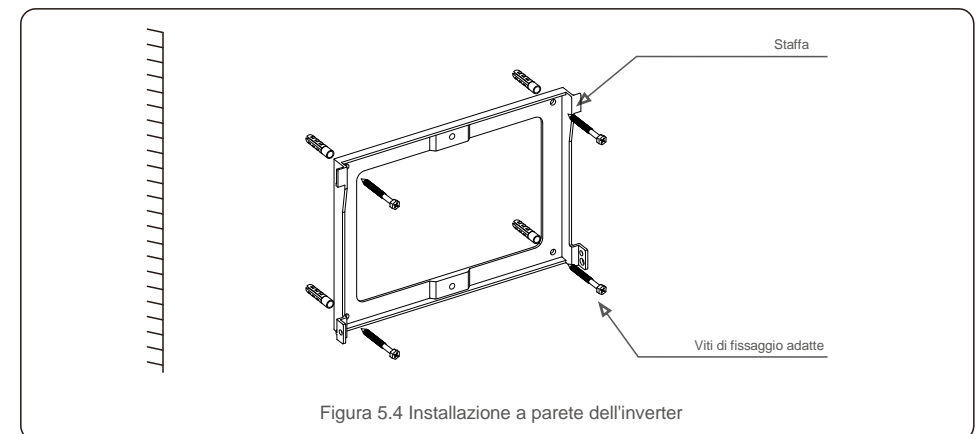
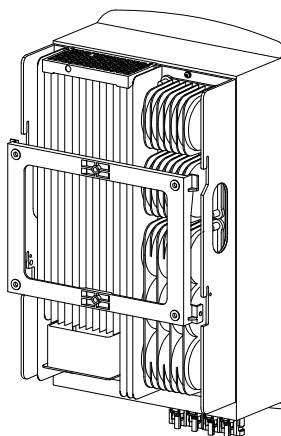

Figura 5.4 Installazione a parete dell'inverter
Figura 5.5 Installazione dell'inverter
Fare riferimento alla figura 5.4 e alla figura 5.5. L'inverter deve essere installato in posizione verticale. Di seguito sono elencati i passaggi per l'installazione dell'inverter.
1. Come illustrato in Figura 5.4, i fori per i bulloni a espansione in base al diametro del foro della staffa (ST6.3 \* 60 viti autofilettanti a testa esagonale a croce, HJ0108 10\*50 mm tasselli tubolari a espansione), realizzati con il trapano a percussione da 10 mm, devono rimanere perpendicolari alla parete, i fori devono risultare perpendicolari alla parete e la profondità di tutti i fori deve essere di 60 mm.
2. Assicurarsi che la staffa sia in posizione orizzontale e che i fori di installazione (illustrati in figura 5.4) siano contrassegnati correttamente. Praticare i fori nel muro in corrispondenza dei segni.